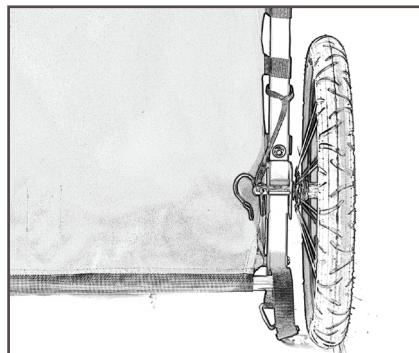

図10
3. スタブ車軸をブラケットの穴を完全に通過するようにスライドさせ、ホイールが使用位置になるようにします(図10)。